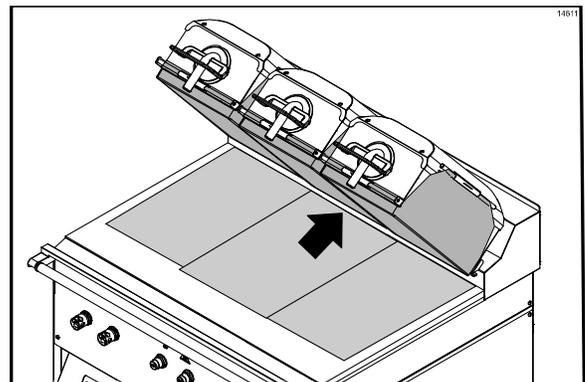

Figura 20
11. Alinee el borde trasero de la tercera hoja antiadherente con el escudo trasero contra salpicaduras y con el centro de la parrilla. La hoja antiadherente quedará superpuesta en el borde de las otras dos hojas antiadherentes. (Vea la figura 20.)